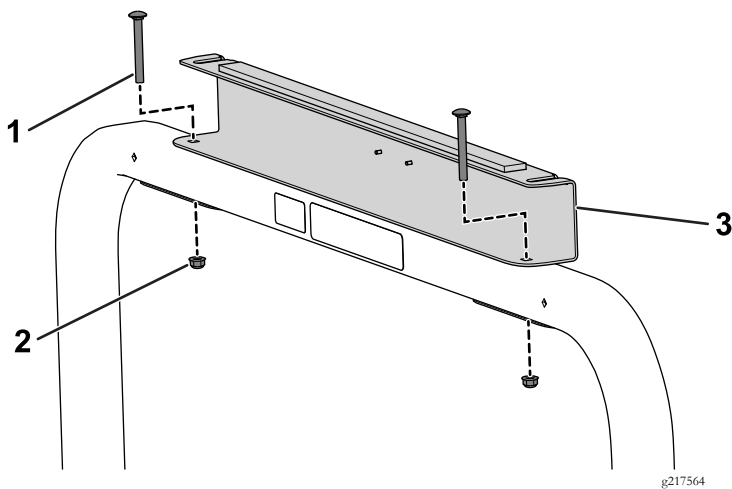

图27
5. 使用2个托架螺栓5/16 x 2 3/4英寸和2个凸缘螺母5/16英寸将后顶篷支架和后滤网固定到翻车保护杆上图27。